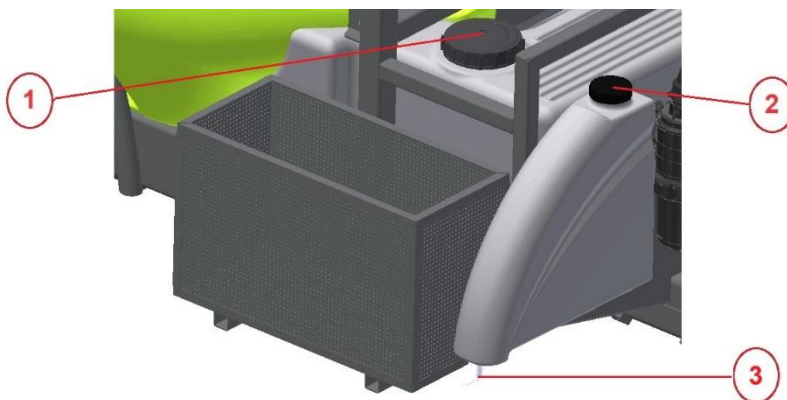

Figura 6.18 – Ex. depósitos água limpa
Para encher o depósito de água limpa, Lava Circuitos (*Figura 6.18*), deve proceder da seguinte forma:
Para encher os depósitos de água limpa, Lava Mãos (*Figura 6.18*), deve proceder da seguinte forma:
- Retire a tampa do depósito Lava Mãos **2**, localizada na parte frontal do Pulverizador (*Figura 6.18*).
Para tirar água deste depósito, rode a alavanca da válvula esférica **3** (*Figura 6.18*), aplicada diretamente no depósito, que está localizado na parte frontal direita do Pulverizador CERES.